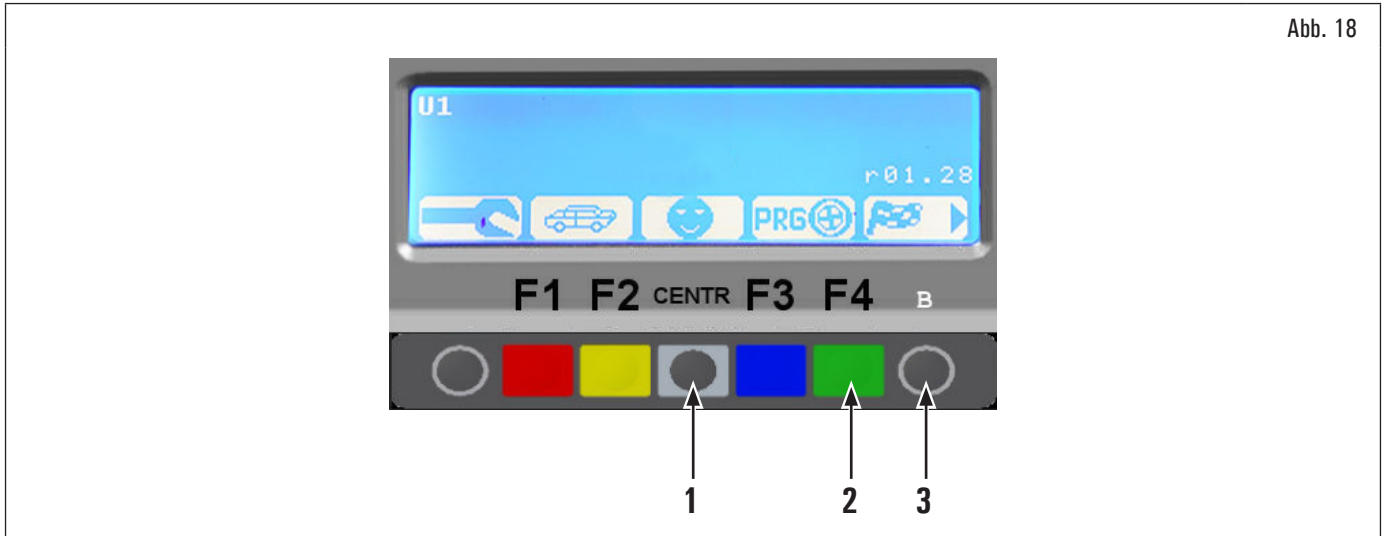

Abb. 18
Auf der Programmstartseite, die Taste (B) (Abb. 18 Pkt. 3) herunter drücken, und die Taste (F4) (Abb. 18 Pkt. 2) mehrmals drücken, um mehr erreichen Helligkeit und Kontrast zu erreichen oder mehrmals die Taste (CENTR) (Abb. 18 Pkt. 1) drücken, um weniger Helligkeit und Kontrast zu erreichen. Versuchen Sie, die beste Einstellungen durch alle Schritte zu finden, weil die Einstellungen durch klar Dunkel und wieder klar überschreiten können.